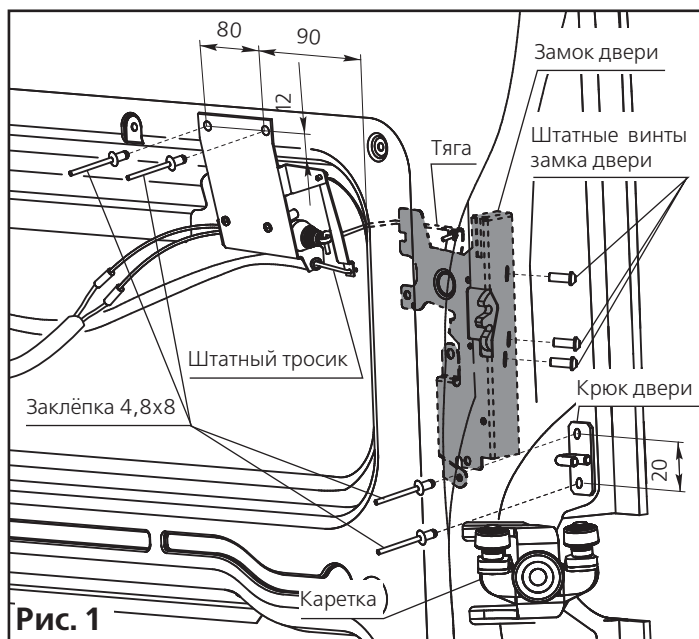

Рис. 1
**3.1.9** Привод замка двери закрепите двумя заклёпками 4,8x8 из метизного пакета под отверстия Ø5 мм (рис. 1).
**3.1.10** Крюк двери закрепите на двери двумя заклёпками 4,8x8 из метизного пакета под отверстия Ø5 мм (рис. 1).